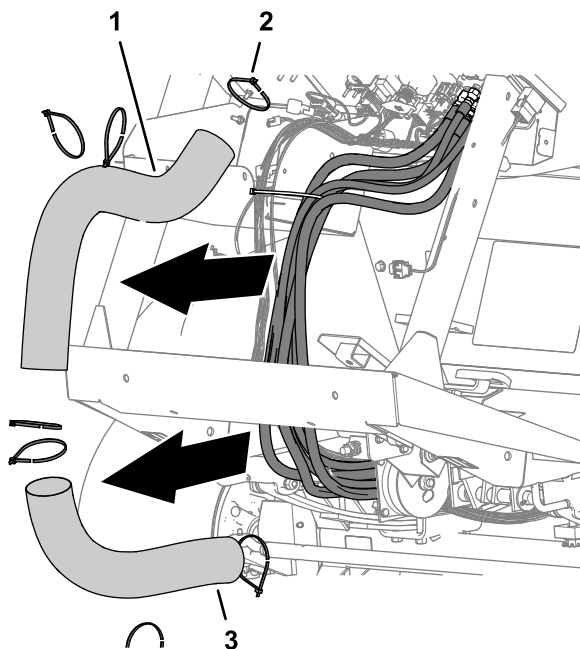

Figure 47
2. Enlevez les attache-câbles qui retiennent les gaines supérieure et inférieure sur les flexibles de direction, et déposez la gaine (Figure 47).